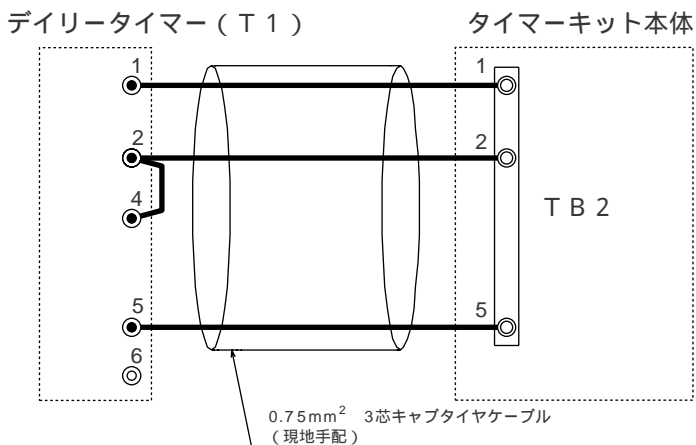

図7 配線接続図
- (1) デイリータイマー（T1）～タイマーキット本体 間の配線は現地手配となります。0.75mm²×3芯キャブタイヤケーブル（VCT）を使用してください。
- (2) 図7の様にデイリータイマー（T1）の1, 2, 5番端子と、タイマーキット本体 のTB2の1, 2, 5番端子間を接続してください。また手順2 - 3で取外した配線（白色）にて、デイリータイマーの2番端子～4番端子間を接続してください。